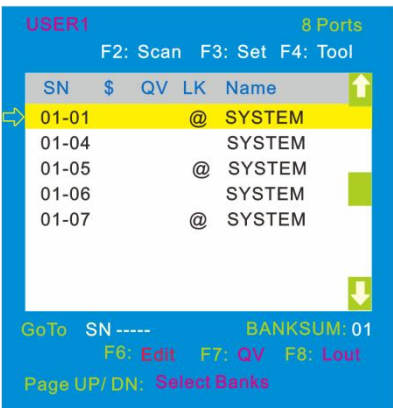

图 4-1.5
2. 由[User1] 用户登入 OSD 菜单（图 4-1.5）